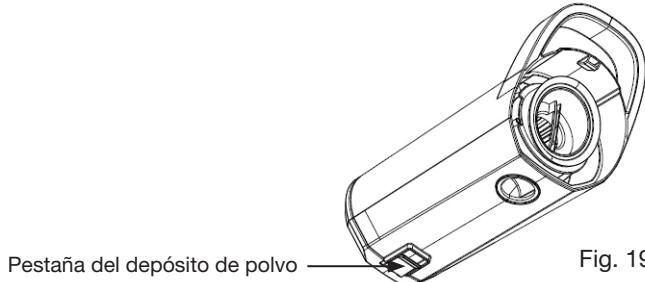

Fig. 19
4. Deslice la pestaña del depósito de polvo (Fig. 19) para abrirlo y vaciar su contenido sobre el cubo basura.